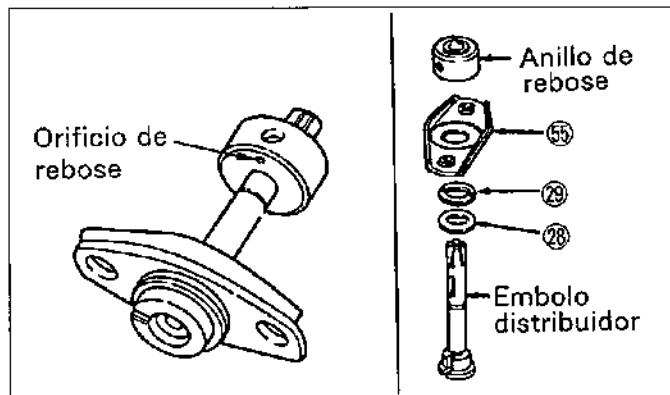

Figura.14-31 Montaje del émbolo distribuidor y anillo de rebose
Ponga la placa inferior del émbolo distribuidor ⑮, placa superior del émbolo distribuidor ⑯, y el asiento del resorte de retorno del émbolo distribuidor ⑯ sobre el émbolo distribuidor. Coloque con cuidado el anillo de rebose en el émbolo distribuidor. El anillo de rebose tiene un orificio pequeño en un lado. Este orificio pasa al receptáculo en el que se apoya pasador de bola de la palanca del regulador. La posición correcta del anillo de rebose es con el orificio pequeño en el lado contrario de la cabeza, encarado a la base del émbolo distribuidor hacia el extremo de impulsión de la bomba. (Vea la figura.14-31)